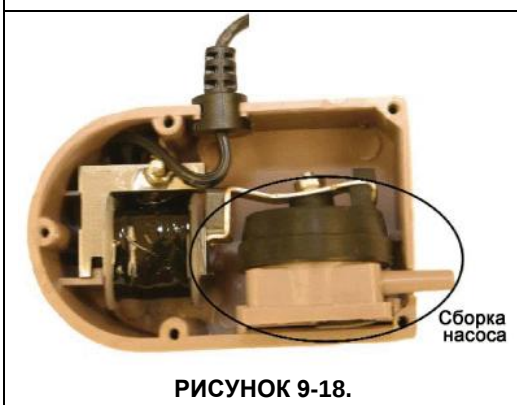

РИСУНОК 9-18.
8. Вытащите сборку насоса из корпуса воздушного насоса. См. рисунок 9-18.